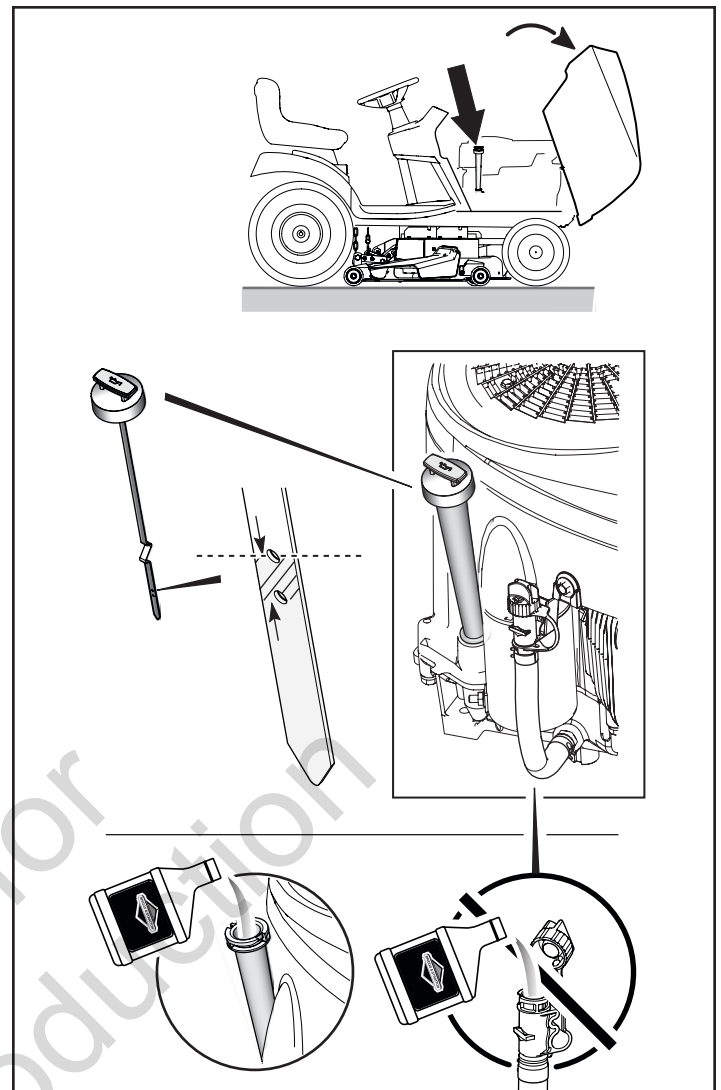

Figura 5
4. Retire la varilla para medir el nivel de aceite y límpiela con un paño limpio (véase Figura 5).